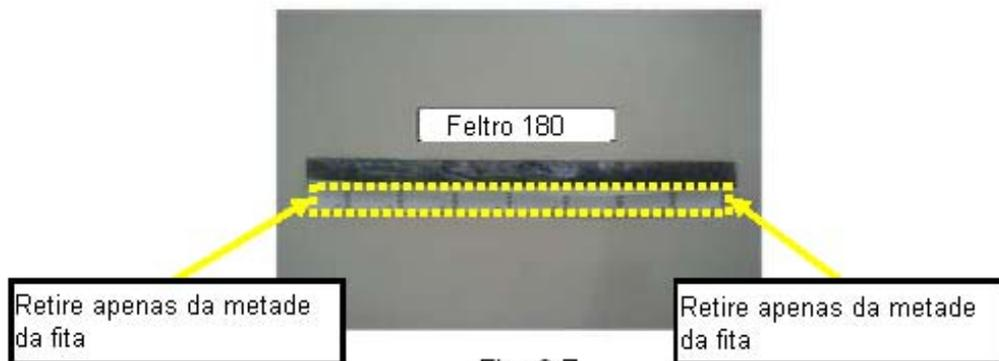

Fig. 3.7
2.3 Pegue o feltro 180 e remova a fita protetora do adesivo, e siga as instruções conforme abaixo. Fig.3.7